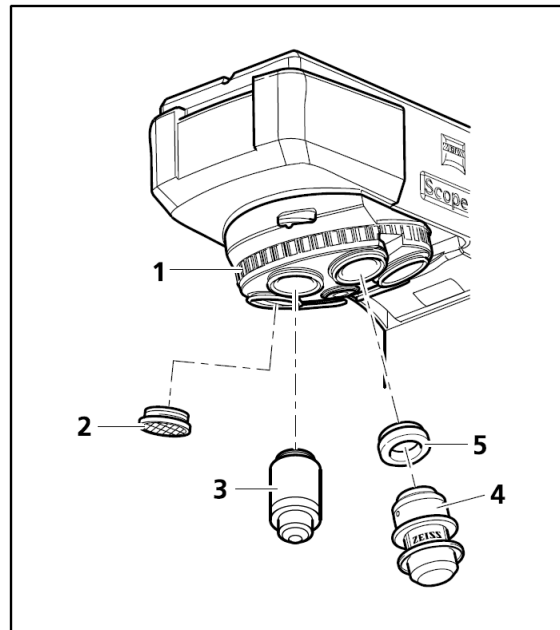

图 3-6 安装物镜
- 从相应的目镜开口中取下防尘罩的盖子 (图 3-6/2)。
- 从盒子中取出物镜 (图 3-6/3), 将其安装到物镜转盘 (图 3-6/1), 从最小的缩放系数开始安装 (顺时针)。
- 如果不装物镜, 您可以在 W0,8/M27 结合环 (图 3-6/5) 的帮助下, 将打标器 (图 3-6/4) 安装在物镜转盘的任意位置。不使用时, 不要忘记盖上打标器的盖子, 以免脱水。